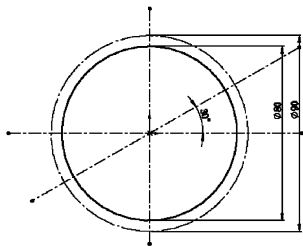

图 2-42 绘制另外一条中心线
STEP 5 单击“草图”工具栏中的“中心线”按钮，捕捉草绘原点绘制一条斜线，并单击“草图”工具栏中的“智能尺寸”按钮，定义此斜线与水平中心线的角度为 30°，如图 2-42 所示。